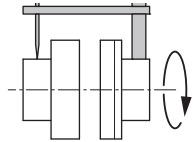

Fig. 10: Contrôle de l'orientation radiale avec un comparateur
- Fixer un comparateur sur l'un des accouplements ou sur l'arbre (voir fig. 10). Le piston du comparateur doit reposer sur la couronne de l'autre demi-accouplement (voir fig. 10).